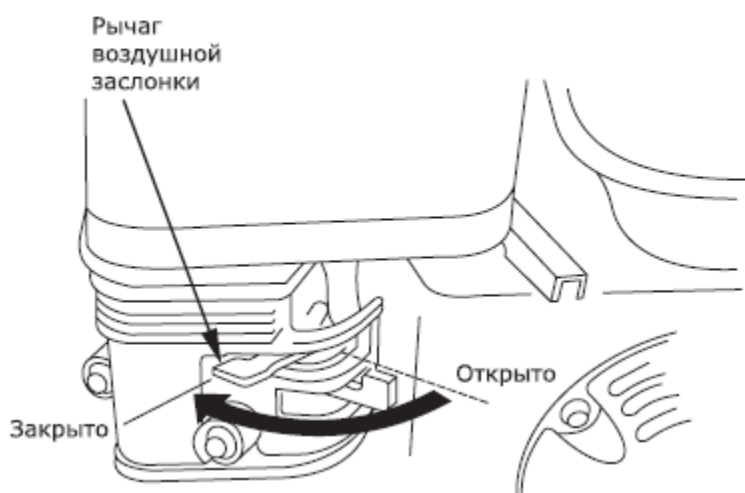

Рис.9 – Управление воздушной заслонкой
- Поставьте рычаг управления воздушной заслонки (рис. 9) в следующее положение: